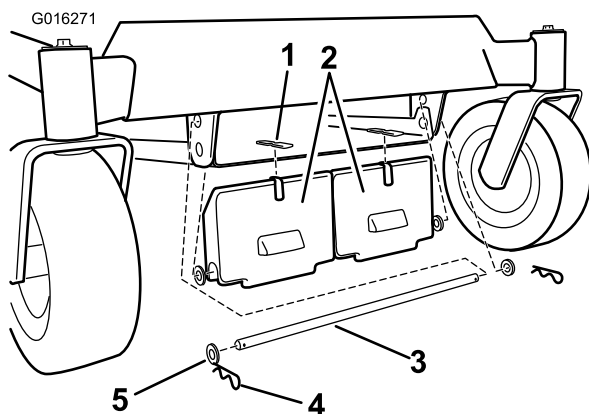
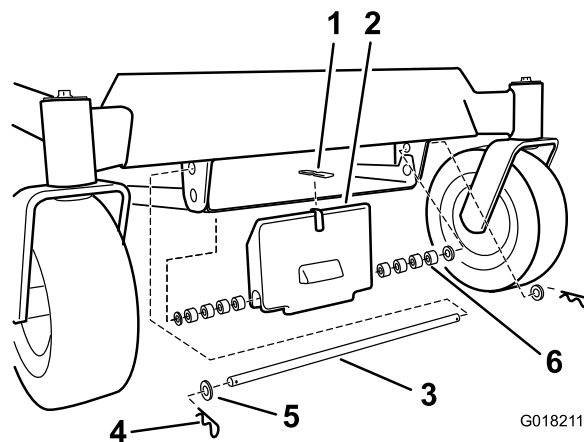

Figura 2
Figura 3
3. Instale un tope adhesivo en el peso (Figura 2 y Figura 3).
5. Sujete el peso con una varilla, cuatro arandelas y dos chavetas, según se muestra en Figura 2. Utilice los 8 espaciadores si va a instalar un solo peso delantero, según se muestra en Figura 3.